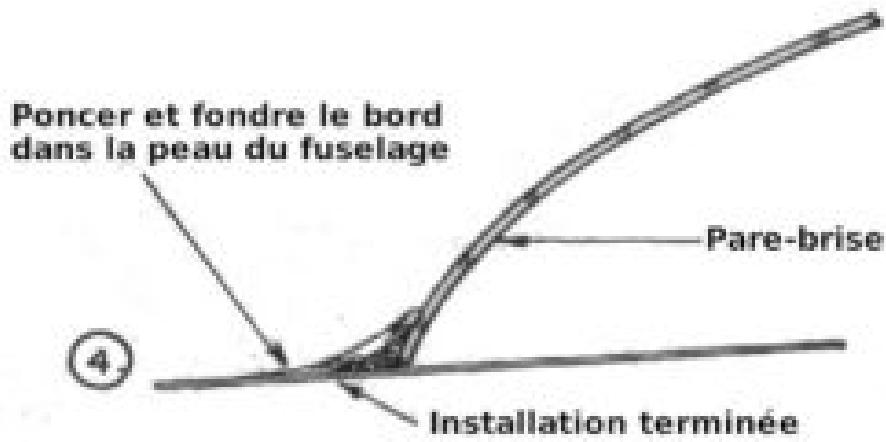

FIGURE 1
- Vous pouvez utiliser la lisière de vos bandes de fibre de verre prédécoupées pour obtenir un bord bien droit en plaçant la première couche de tissu bien alignée contre le bord inférieur de la ligne de ruban vinyle (voir Figure 1). Imprégnez bien le bord de résine.